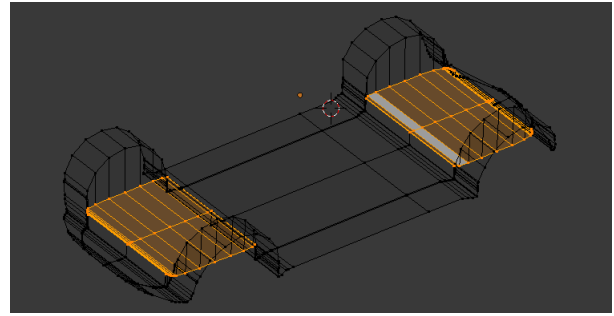

Figura 5.108
9. Nivele os vértices seleccionados em zz, **[S] > [Z] > 0**, e, na janela Right Ortho, **[3]**, arraste-os até à cota inferior, **[G] > [Z]**, figura 5.108.